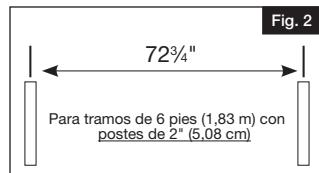

Fig. 2
- Pour les sections de 6' (1,83m) utilisant des poteaux de 2" (5 cm): mesurer 72 $\frac{3}{4}$ " (1,85m) du centre d'un point final et indiquer par un piquet (Fig. 2).
- En las secciones de 6 pies (1,83 m) con postes de 2" (5,08 cm): mida 72 3/4" (184,79 cm) desde el centro de un punto extremo y marque el lugar con una estaca (Fig. 2).